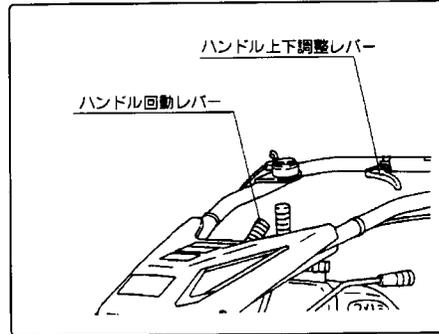

図25
- ① ハンドル左右の調整は、ハンドル回動レバーを下方方向に押し下げて（ハンドルを少し持ち上げると楽に動きます）左右方向に移動してください。（図25）
- ② ハンドル上下調節レバーを握りますとハンドルの高さを作業及び身長に合った位置でご使用ください。